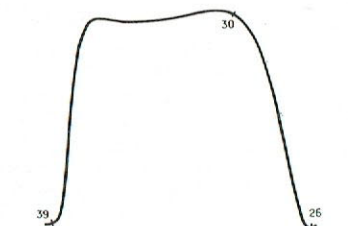

Fig. 8
- Filtre 26,35 MHz - Régler a de U 474 pour un minimum de signal de sortie (fig. 8).
- Retoucher éventuellement le noyau a de U 470 pour aplatir le sommet de la courbe (fig. 8).